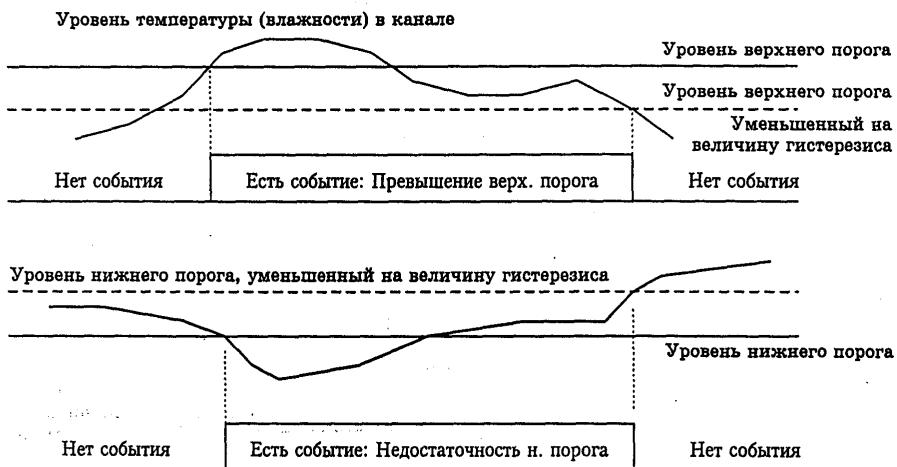

Рис. 3 Пояснение работы системы управления с зоной гистерезиса
**3.3.2.** Находясь в рабочем режиме, нажмите однократно **кнопку “Режим”**. Прибор перейдет в **режим “Установки порогов”**. При этом на индикаторе “Режим” отобразится буква “П”. В режиме “Установки порогов” прибор позволяет установить для каждого параметра два пороговых значения - верхнее (верхний порог) и нижнее (нижний порог). Пороги - это верхняя и нижняя границы допустимого изменения соответствующей величины. При превышении параметром верхнего порога или снижении ниже нижнего порога в любом из незамаскированных параметров прибор обнаруживает это событие и выдает световой и звуковой сигнал. Общее число возможных событий в приборе - 1 канал x 2 параметра x 2 порога = 4. В данном режиме также устанавливаются значение ширины зоны регулирования (гистерезиса) для каждого порога. Наличие зоны гистерезиса необходимо для четкого (без дребезга) срабатывания линий управления (см. рис.3).